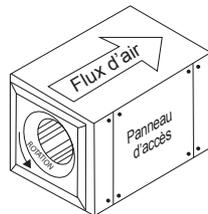

Figure 4
3. Démarrer la soufflante et l'arrêter immédiatement pour vérifier que le sens de rotation de la turbine correspond à la flèche dans le compartiment du moteur. La turbine doit tourner dans le sens contraire des aiguilles d'une montre lorsqu'elle est vue par le côté admission de l'appareil. Voir la Figure 4.
2. L'appareil tourne à l'envers	2. Corriger comme indiqué à la Figure 4